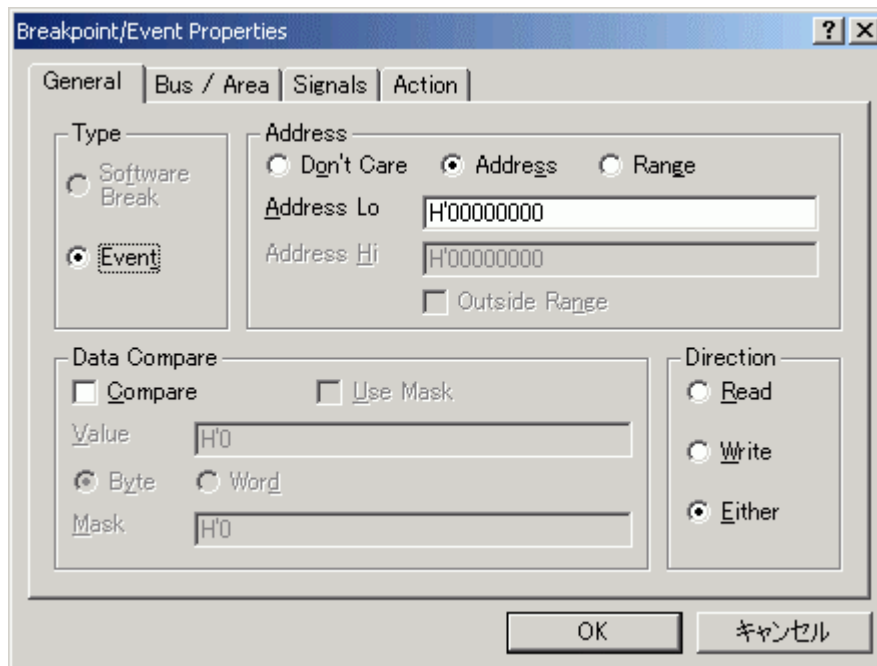

図 6-42 [Breakpoint/Event Properties]ダイアログボックス
- (2) トレースを取得するメモリの範囲を指定する為に、イベントを登録します。[General]ページの[Trace Events]グループボックスにある[Add...]ボタンをクリックして[Breakpoint/Event Properties]ダイアログボックスを表示します。（図 6-42 [Breakpoint/Event Properties]ダイアログボックス）
- (3) [Breakpoint/Event Properties]ダイアログボックス-[General]ページの[Address]グループボックスの[Range]ラジオボタンをクリックし、[Address Lo]エディットボックスに tutorial 関数で定義している変数 a が割りついているアドレスを[ローカル]ウィンドウで参照し入力してください。本例では H'00FFEF80 を入力します。また、[Address Hi]エディットボックスには[Address Lo]エディットボックスに入力したアドレスに H'27 を加算したアドレスを入力してください。本例では、H'00FFEFA7 を入力します。この設定により tutorial 関数の変数 a のメモリ領域を指定したことになります。
- (4) 同様に[Direction]グループボックスの[Write]ラジオボタンをクリックし、設定した範囲に対するライトサイクルを指定します。これでメモリの範囲指定は終了です。[OK]ボタンをクリックし、[Breakpoint/Event Properties]ダイアログボックスを閉じます。